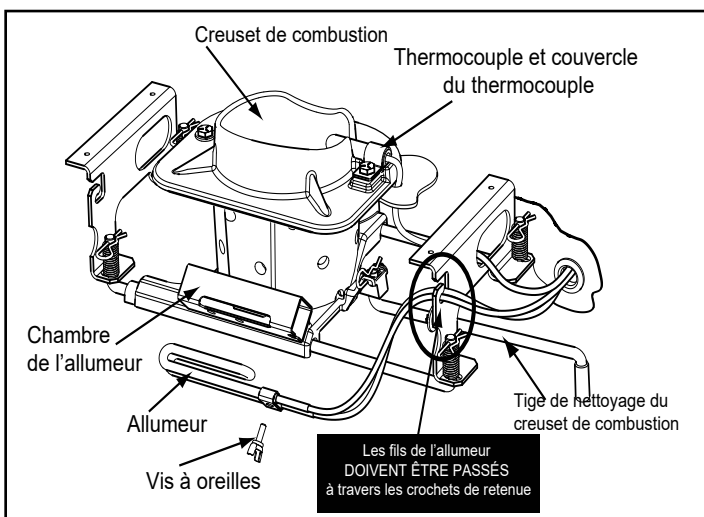

Figure 23.2
3. Installez un nouvel allumeur dans le logement et serrez la vis à oreilles. Les fils **DOIVENT** être passés dans les crochets des attaches, puis être rebranchés aux 2 fils dotés de cosse rectangulaires. **Figure 23.2.**